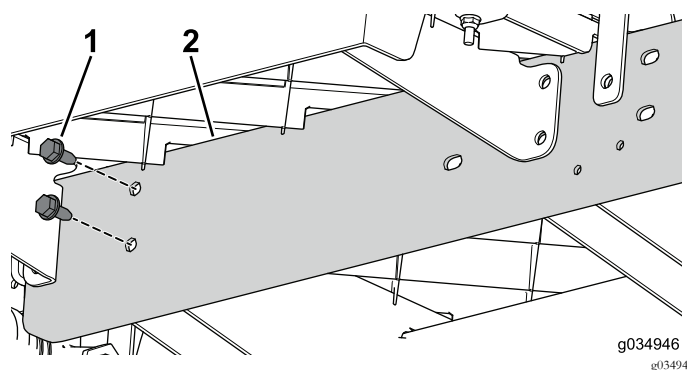

図 26
6. 車体前部のセンターチャネルに、エクステンションレールを仮止めするボルト5/16 x 3/4 インチ2本を使う 図 26。